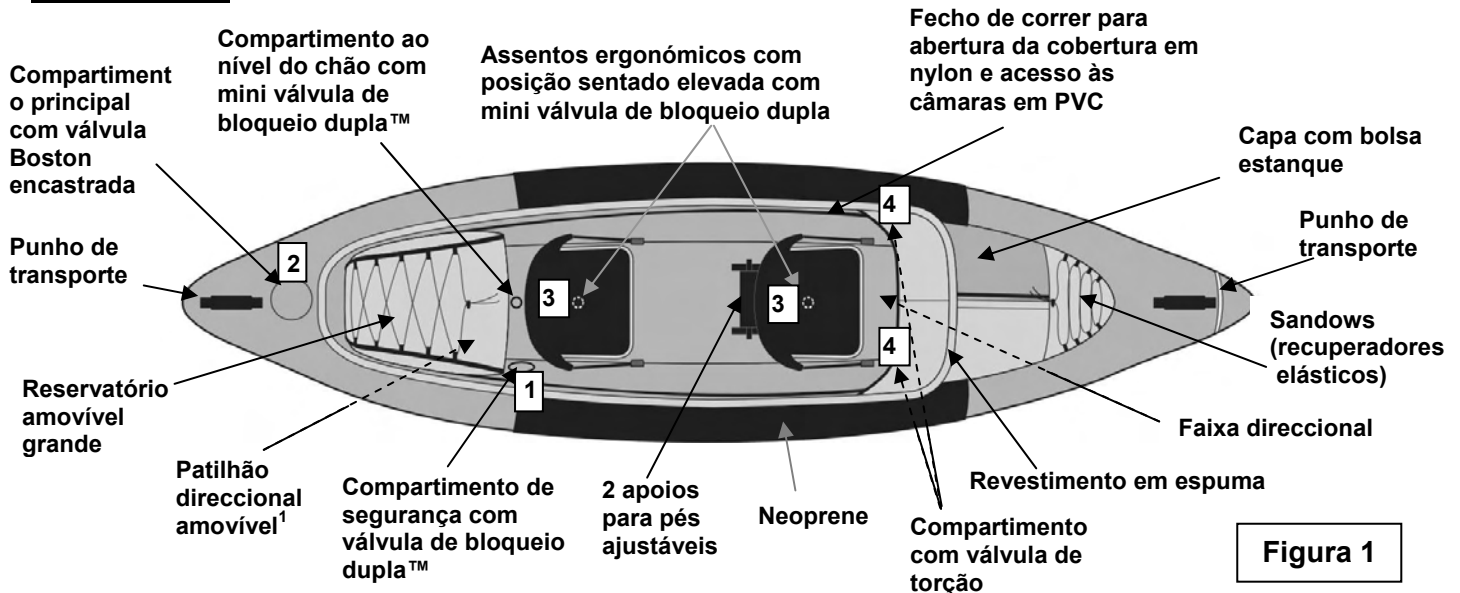

Figura 1
3. Encha de ar o produto segundo a ordem de enchimento indicada na placa de matrícula impressa no produto (ver igualmente a figura 1, a numeração das válvulas).